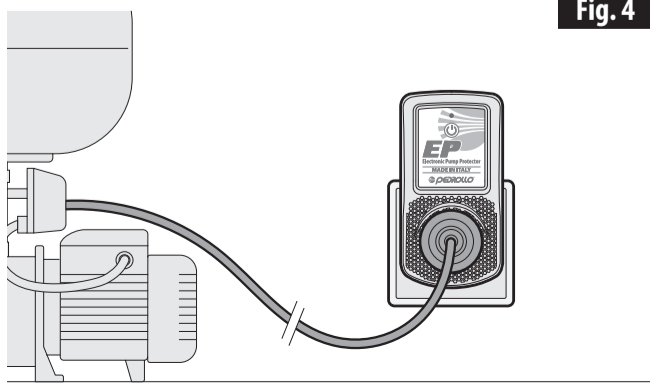

Fig. 4
- insert the EP device in the power socket (Fig.4).
- Das EP-Gerät in die Steckdose einsetzen (Abb. 4).
- Conecte el dispositivo EP a la toma de corriente (Fig.4).